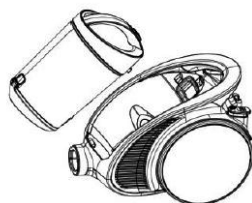

Рис.6
1. Спустошуйте контейнер, коли він заповниться до позначки MAX. Перед спустошенням контейнеру вимкніть пристрій і відключіть його з розетки. Щоб зняти контейнер, натисніть до упору кнопку для зняття як показано на рисунку (Рис. 6). Ручка разом з контейнером від'єднається.
- 1.** Опустошайте контейнер, когда он заполнится до отметки MAX. Перед опустошением контейнера выключите устройство и отключите его из розетки. Чтобы снять контейнер, нажмите до упора кнопку для снятия как показано на рисунке (Рис. 6). Ручка вместе с контейнером отсоединится.